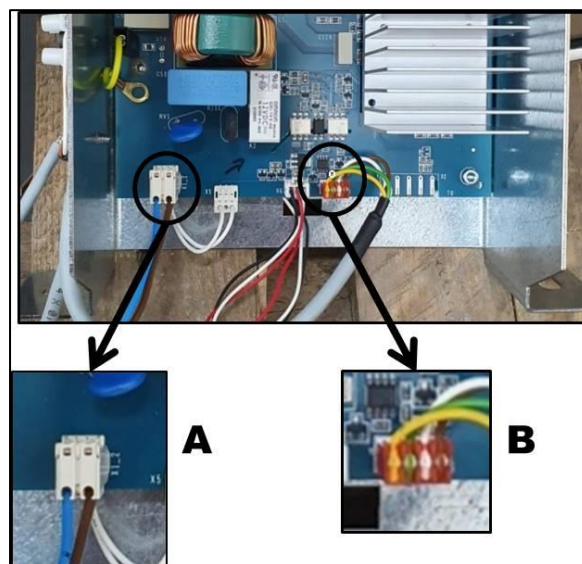

Fig.2.7
15. Conecte el cable de alimentación **A** y el cable de comunicación **B** (Fig. 2.7).